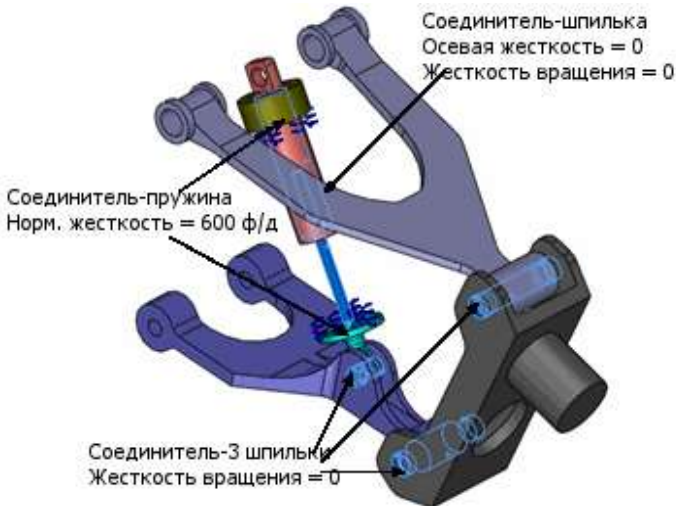

Рисунок 8.2 – З'єднання в моделі зборки підвіски
- б) Деталі з'єднуються за допомогою чотирьох з'єднувачів штифтів і одного пружинного з'єднувача (рис. 8.2).